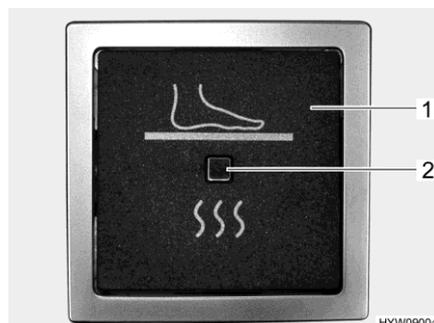

Fig. 136 Commutateur à bascule (chauffage électrique du plancher)
- ▷ Le chauffage électrique du plancher s'allume et s'éteint au moyen d'un commutateur à bascule (Fig. 136,1). Lorsque le chauffage du plancher est en fonction, le voyant de contrôle (Fig. 136,2) est allumé.